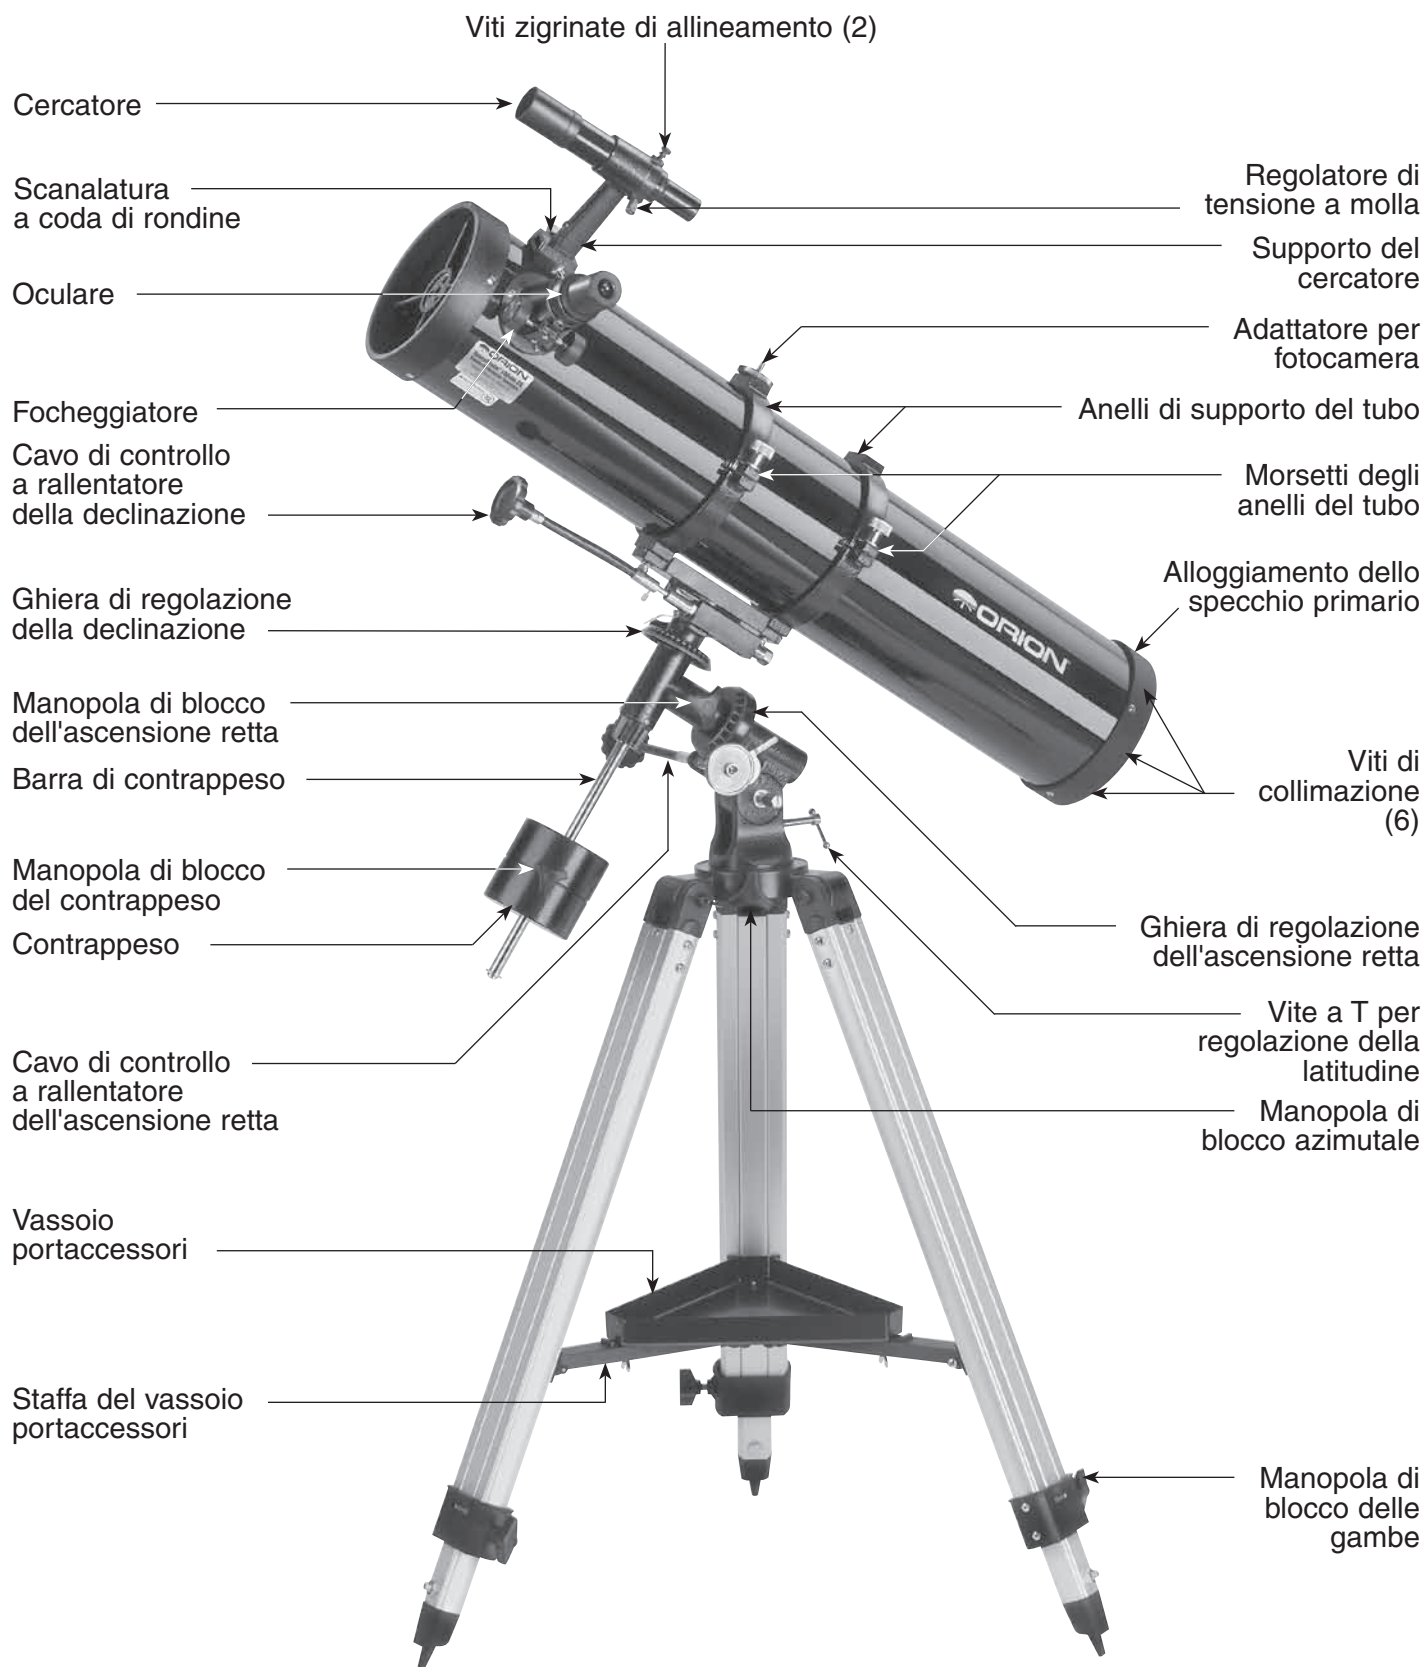

Figura 1. Componenti del telescopio SpaceProbe 130 EQ
Il primo montaggio del telescopio dovrebbe richiedere circa 30 minuti. Non sono necessari altri attrezzi oltre a quelli forniti. Tutte le viti devono essere adeguatamente serrate per evitare flessioni e oscillazioni, ma fare attenzione a non serrarle eccessivamente, per non rischiare di rovinare la filettatura. Fare riferimento alla Figura 1 durante il montaggio.
3. Allentare la manopola di blocco della declinazione e ruotare il tubo ottico del telescopio finché non è parallelo all'asse di ascensione retta (Figura 1). Il puntatore sulla ghiera di regolazione della declinazione deve essere posizionato su 90°. Serrare nuovamente la manopola di blocco della declinazione.